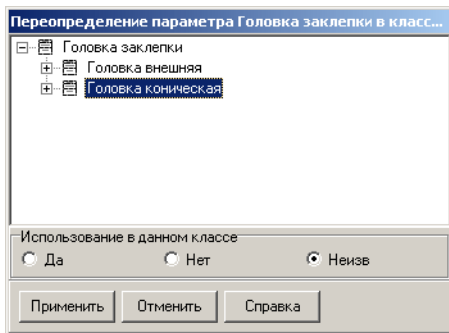

Рис. 4.124.
6. Дважды щелкните левой клавишей мыши по атрибуту *Головка заклепки*. Откроется окно переопределения параметра, в котором показан список допустимых типов атрибута (рис. 4.124).